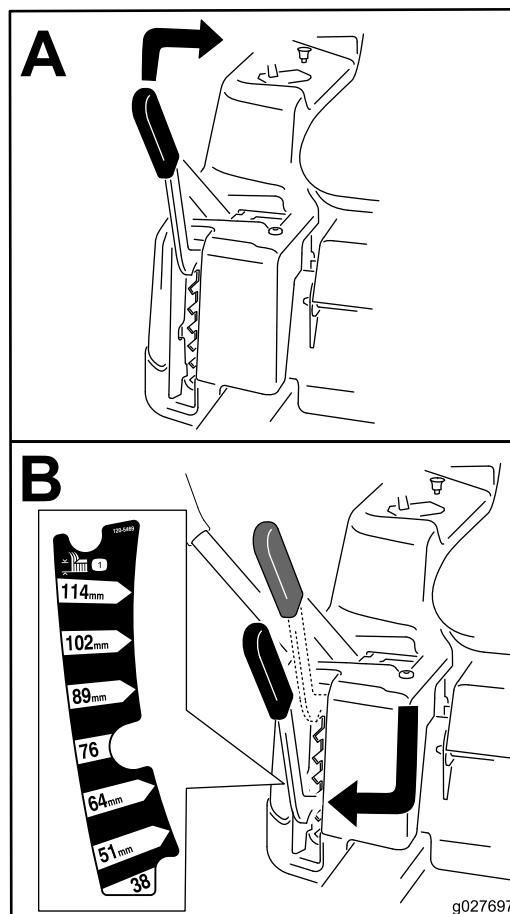

Figure 17
**Remarque:** La position de transport est la hauteur de coupe la plus élevée (115 mm), comme montré à la Figure 17.
La hauteur de coupe est commandée par le levier situé à droite de la position de conduite (Figure 17).